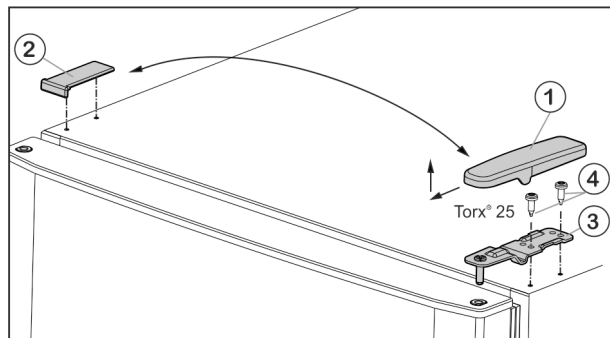

Fig. 5
- ▶ Wyjąć osłonę Fig. 5 (1) do przodu i do góry.
- ▶ Podnieść osłonę Fig. 5 (2).
- ▶ Odkręcić górną płytkę zawiasu Fig. 5 (3) (2 razy Torx® 25) Fig. 5 (4) i wyjąć ją do góry.
- ▶ Włożyć w drzwi górną płytkę zawiasu *Fig. 5 (3)* po nowej stronie zawiasów.
- ▶ Dokręcić górną płytkę zawiasu (**z siłą 4 Nm**) (2 razy Torx® 25) *Fig. 5 (4)*. Ewentualnie użyć wkrętarki akumulatorowej.
- ▶ Założyć osłonę *Fig. 5 (1)* od zewnątrz odpowiednio po przeciwległej stronie i zazębnić.
- ▶ Założyć osłonę *Fig. 5 (2)* od góry odpowiednio po przeciwległej stronie i zazębnić.